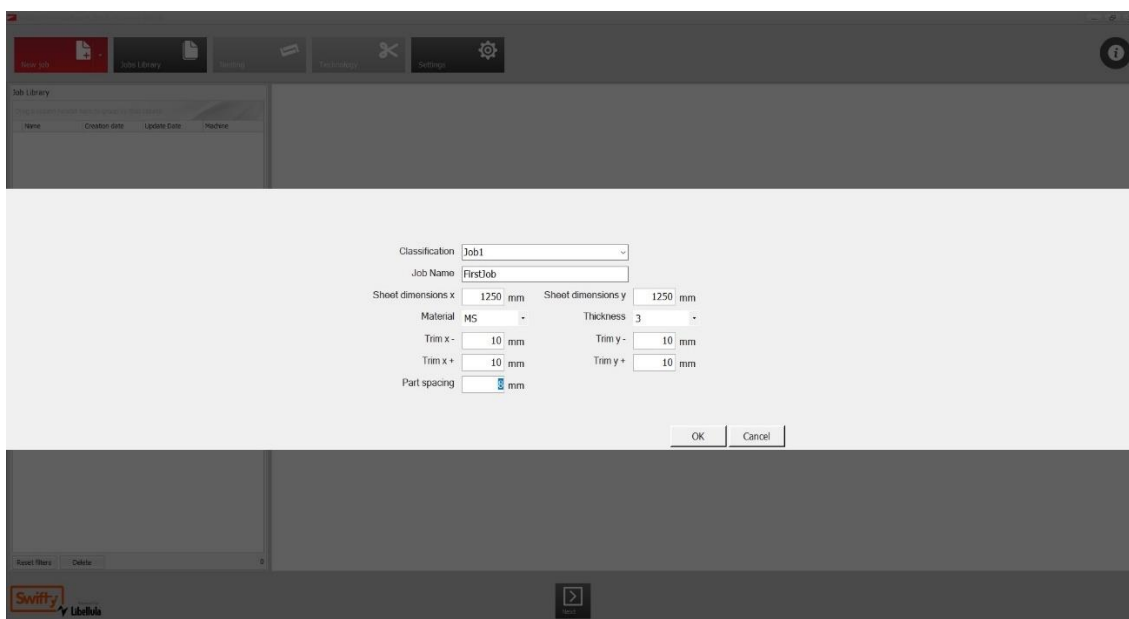

Fig 47 Configuration d'une nouvelle tâche
2. Sélectionnez l'onglet "Nouvelle tâche". Ceci ouvre l'écran de configuration d'une nouvelle tâche (Fig 47).